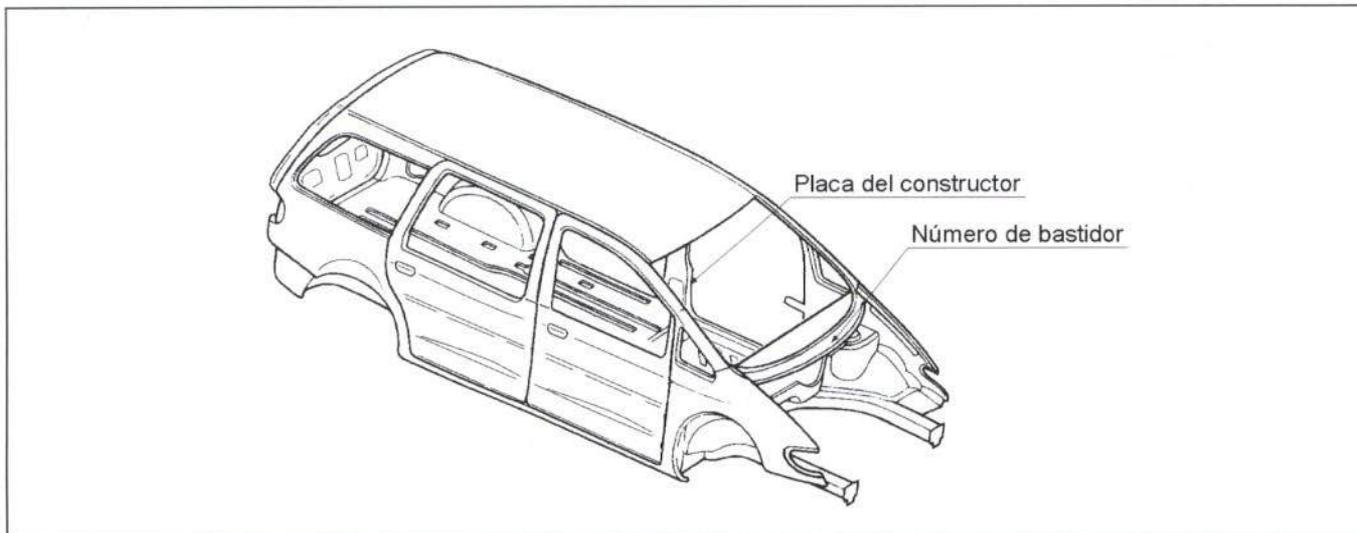

Figura 1.- Situación de las placas de identificación del vehículo
• **El número de bastidor** se encuentra troquelado en la parte central superior de la chapa salpicadero, entre el motor y el compartimento de los pasajeros (figura 1).
• **La placa del constructor** se encuentra situada en el pilar central izquierdo (figura 1).